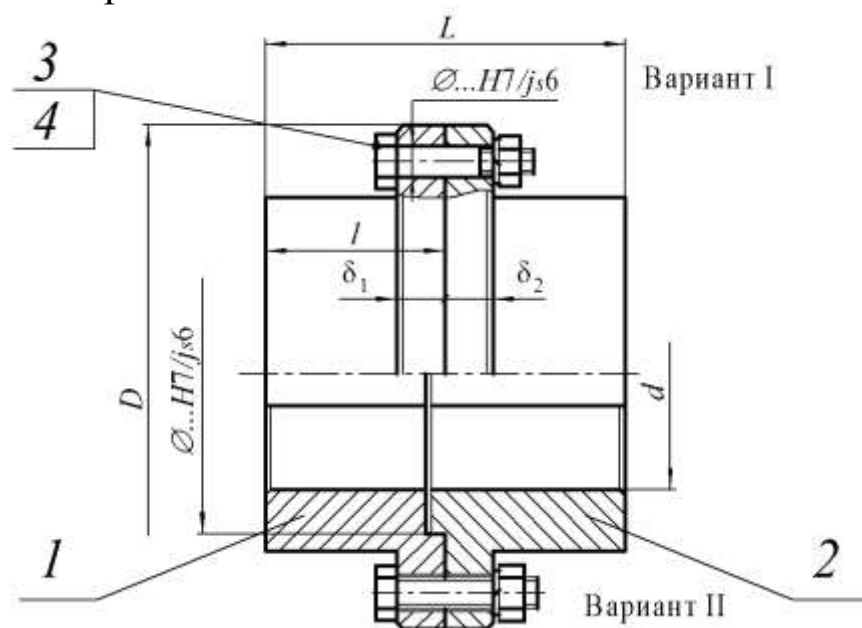

Рис. 3. Муфта фланцевая:
- габаритные размеры  $D$  и  $L$ , мм (см. рис. 3, 4);
- присоединительные размеры  $d$  и  $l$ , мм (см. рис. 3, 4);